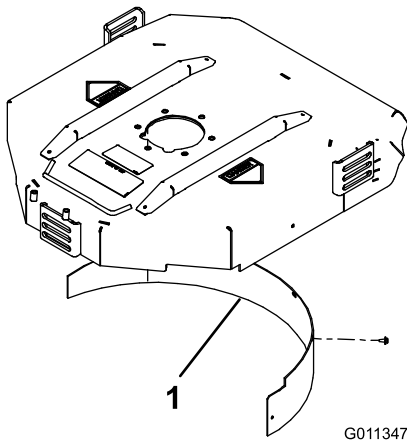

図 10
2. 後部の取り付け穴にマルチングバッフルを取り付け、フランジヘッドボルト5本で固定する 図 10。